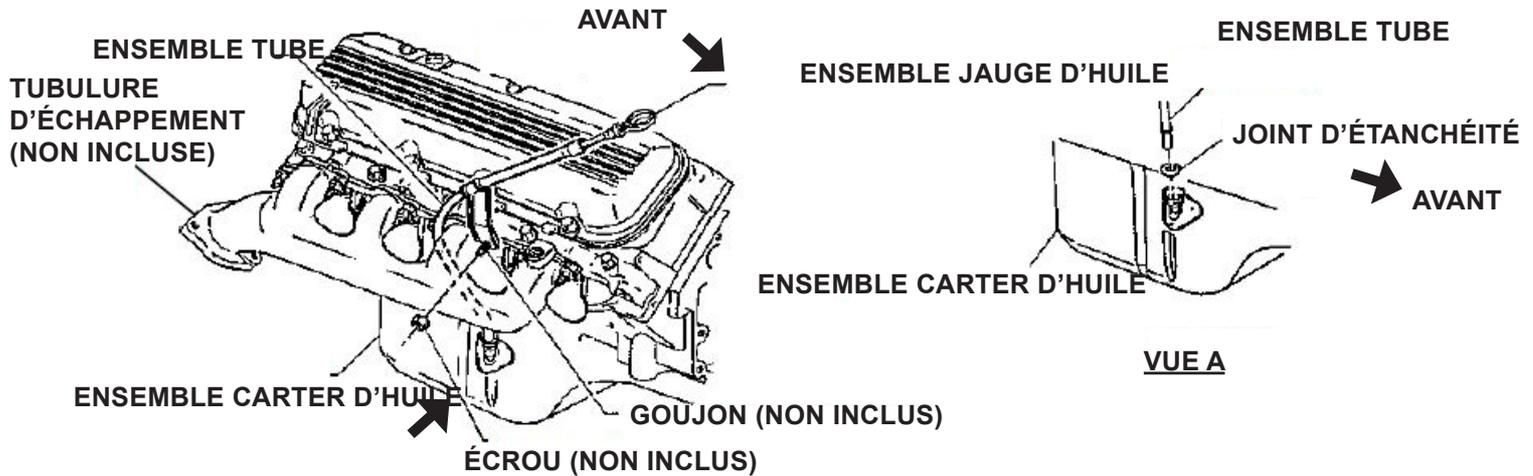

FIGURE 9
1. Placer le joint d'étanchéité à l'extrémité du tube de jauge d'huile et insérer le tube dans le raccord du carter d'huile. Voir la figure 9.